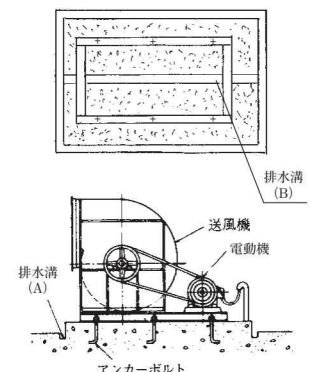

図 8
- 4) ベッドが水分などにより腐食される事が考えられる場合、コンクリート基礎上面は床面より高くし、周囲には排水溝（A）を設けて下さい。屋外設置の場合は、ベッドで囲んだ内側に水がたまりますので基礎ボルト用角穴を避けて排水溝（B）を設けて下さい。（図 8）